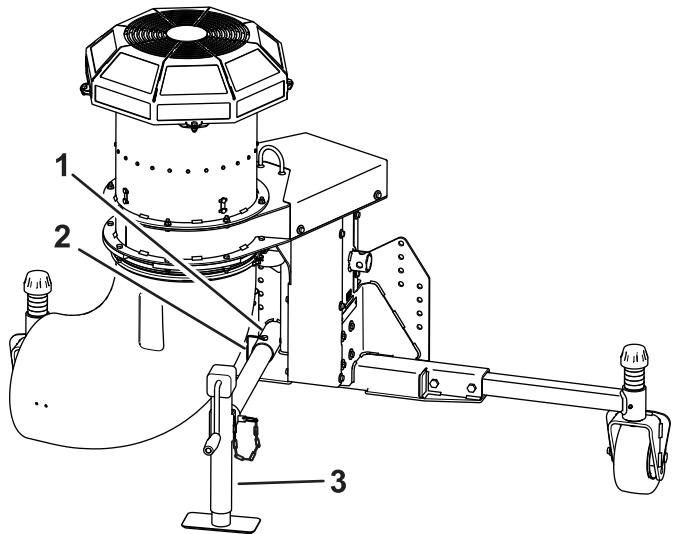

Figure 8
10. Insérez le tube du cric dans le tube du cadre, alignez les trous et fixez-le en position avec la goupille à fermoir (Figure 8).